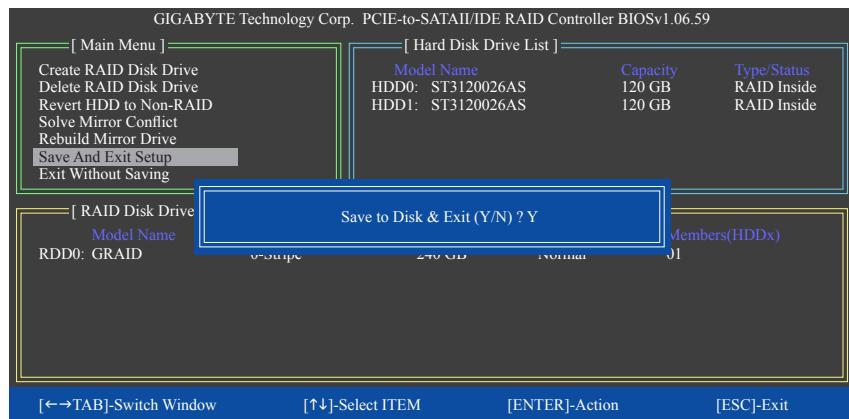

图10
7. 储存设置并离开(Save And Exit Setup): 设置好磁盘阵列要离开RAID设置程序前, 请务必在主画面选择「Save And Exit Setup」。确定离开请按<Y>, 取消请按<N>(图10)。